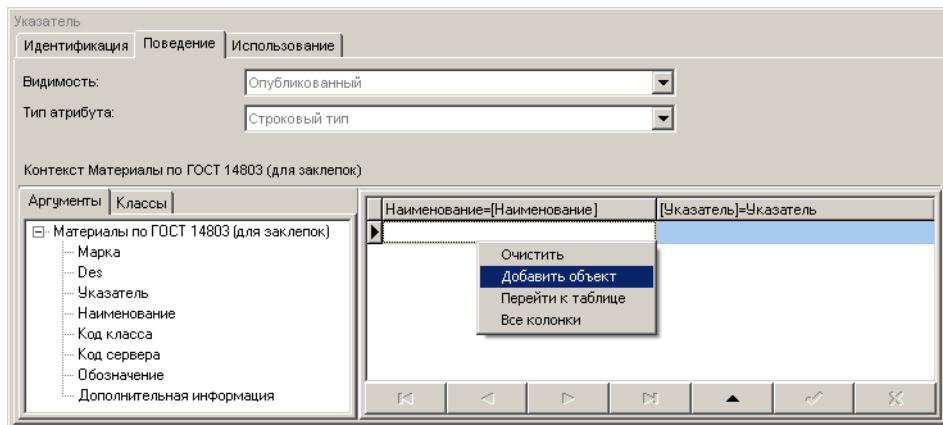

Рис. 4.95.
1. Укажите в правиле ячейку *Наименование* и вызовите из контекстного меню команду **Добавить объект** (рис. 4.95). Откроется окно справочника *Материалы и Сортаменты*.